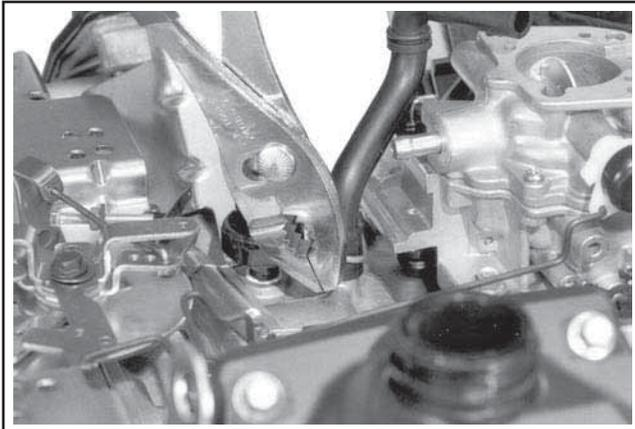

Figure 9-11. Enlèvement du tuyau du couvercle du reniflard.
6. Retirer le tuyau d'évent en caoutchouc du couvercle du reniflard. Voir la Figure 9-11.